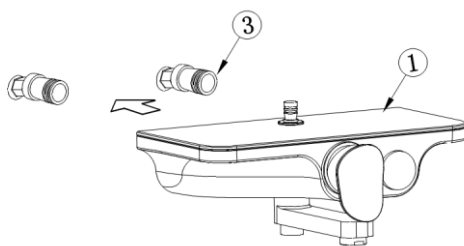

Рис. 4
2. Вставьте смеситель (1) в патрубки выхода воды (3), сохраняя горизонтальность, зафиксируйте смеситель (1) шестигранным ключом на 2,5 мм (5) (рис. 4 и 5).